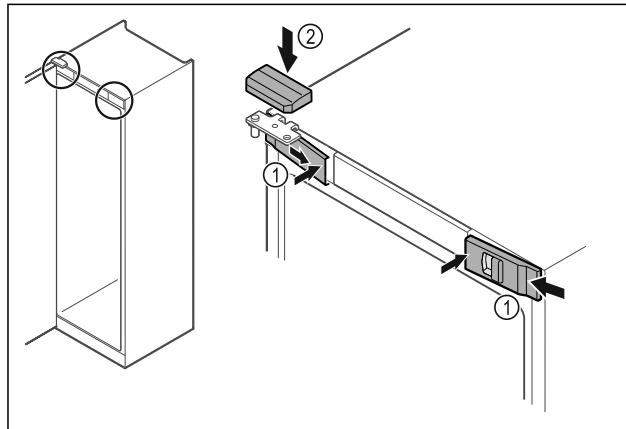

Fig. 50
- ▶ Acroșați apărătorile frontale Fig. 50 (1) lateral și fixați-le în poziție la interior.
- ▶ Fixați în poziție apărătoarea superioară Fig. 50 (2) de sus.